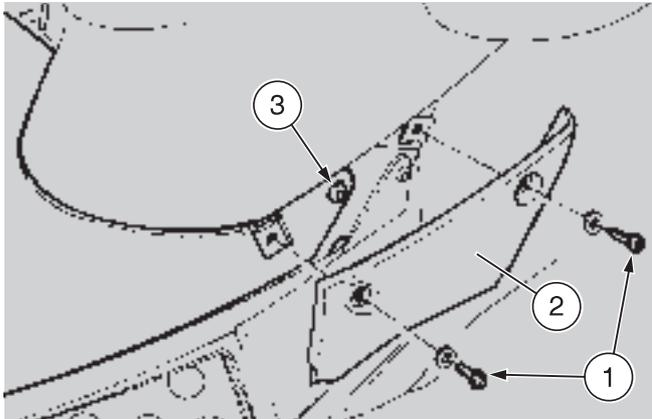

Abb. 39
- ◆ ★ Die zwei Schrauben (1-Abb. 39) herausdrehen.
- ◆ ★ Inspektionsdeckels (2-Abb. 39) abmontieren.
- ◆ ★ Schraube (3-Abb. 39) herausdrehen.